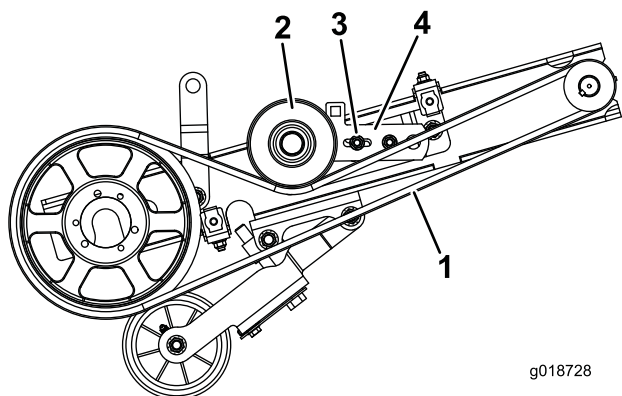

Figura 24
1. Retire la tuerca y el perno que sujetan el soporte de la polea tensora (perno en el taladro ranurado del soporte) al soporte de ajuste de tensión (Figura 24).
4. Retire el protector de la correa inferior y la correa de transmisión del molinete (Figura 24).